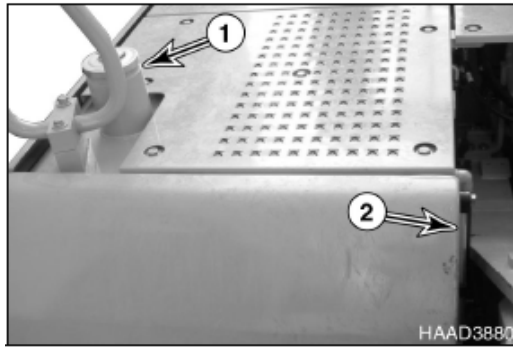

Figura 18
1. Al terminar la jornada laboral, llene el depósito de combustible. Añada combustible a través del tubo de llenado de combustible (1, Figura 18). Al trabajar a temperaturas de 0°C o superiores, use ASTM No. 2-D u otro equivalente. A temperaturas inferiores a 0°C, use ASTM No. 1-D u otro equivalente. °
3. Observe el indicador del nivel de combustible para comprobar la cantidad de combustible en el depósito (2, Figura 18).